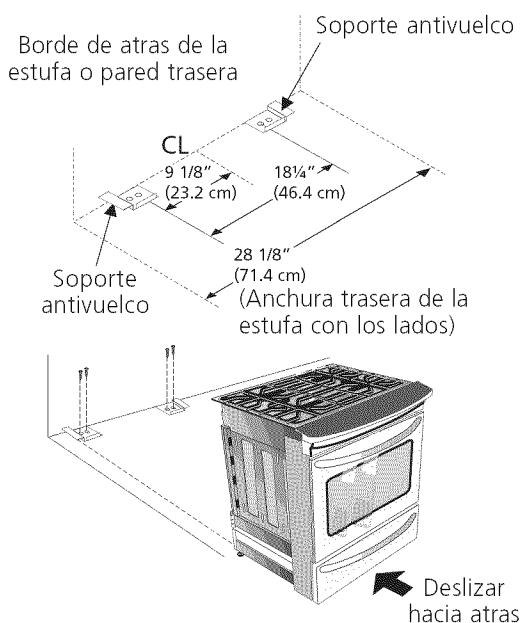

Figura 17
1. Desdoble la plantilla de papel y colóquela plana en el piso con los bordes laterales y el trasero colocados exactamente donde la parte trasera y los lados de la estufa serán colocados cuando sea instalada. (Use el diagrama siguiente para ubicar los soportes si no se dispone de la plantilla (Figura 17)).